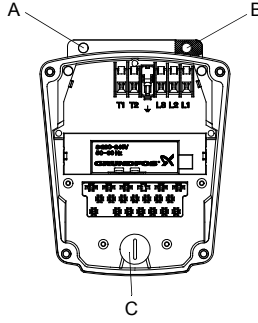
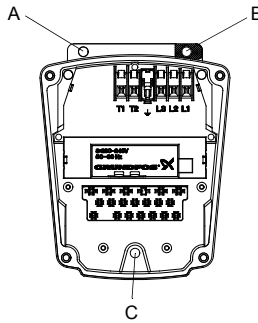
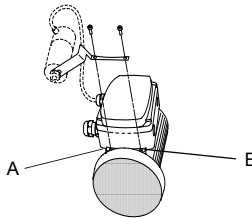

Fig. 1
Fig. 2
Fig. 3
5. Відвернути і вийняти гвинти поз. А і В, рис. 1. Видалити заглушку. Відвернути і вийняти гвинт поз. С, рис. 2.
Для однофазних насосів: Демонтувати тримач конденсатора поз. А і В, рис. 3. Зняти клемну коробку.
Необхідно домогтися, щоб гвинт заземлення поз. В на рис. 1 і 2 був цілком вкручений - тільки так можна домогтися гарного контакту між клемною коробкою й електродвигуном.
Для однофазних насосів: Встановити тримач конденсатора поз. А і В, рис. 3. Встановити нову заглушку на гвинт, поз. С, рис. 2.
5. 松开并拧下图1中位置A和B的螺丝。取下塞子。松开并拧下图2中位置C的螺丝。
单相泵：拆下图3中位置A和B的电容器座。拆下接线盒。
注意：仅使用自攻螺丝。确保图1和2中位置B的接地螺丝拧紧到位，使接线盒和电机之间接触良好。
单相泵：装上图3中位置A和B的电容器座。将随泵头一起提供的新的塞子装在图1中位置C的螺丝上。